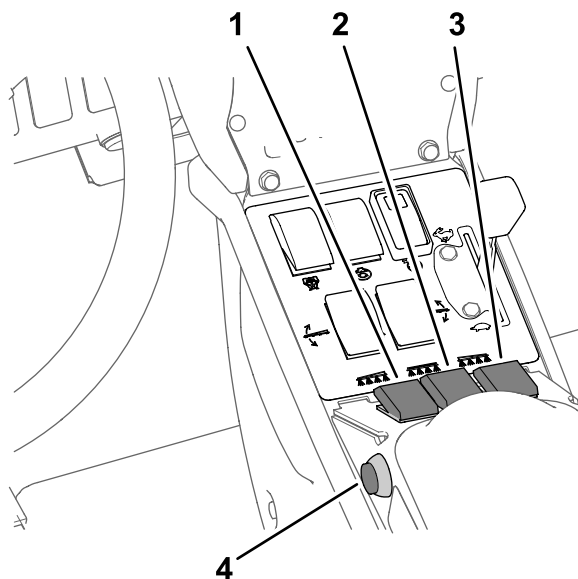

Figure 32
3. Placez la commande générale des sections à la position DÉSACTIVÉE ; voir Figure 32 sous Pulvérisation en mode débit d'application \(page 35\).
7. Placez les interrupteurs des sections individuelles en position ACTIVÉE ; voir Figure 32 sous Pulvérisation en mode débit d'application \(page 35\).
9. Conduisez à la vitesse voulue puis réglez la commande générale à la position ACTIVÉE pour commencer la pulvérisation ; voir Figure 32 sous Pulvérisation en mode débit d'application (page 35).